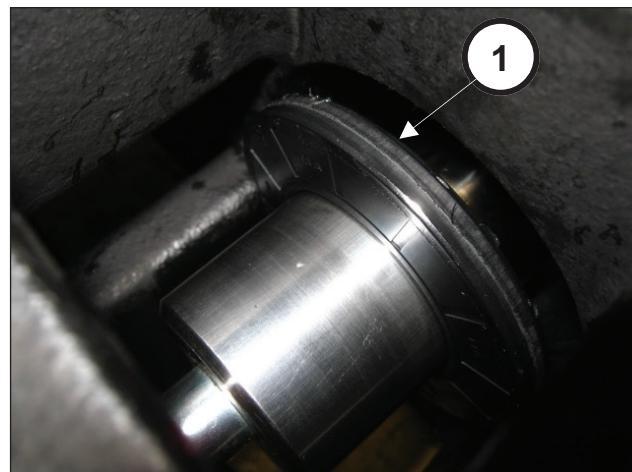

Рис. 37
Продолжайте вращать шестерню до полного извлечения масляного уплотнения (поз. ①, Рис. 37).